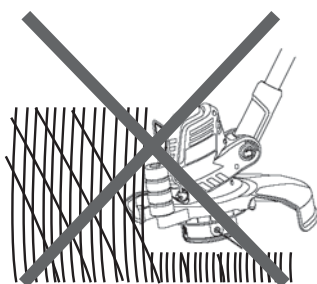
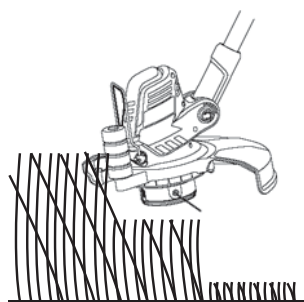

Fig. 25
Fig. 26
- > N'essayez pas de couper les herbes hautes d'un seul coup: procédez toujours par étapes (Fig. 25). Une coupe par étapes donne de meilleurs résultats (Fig. 26).